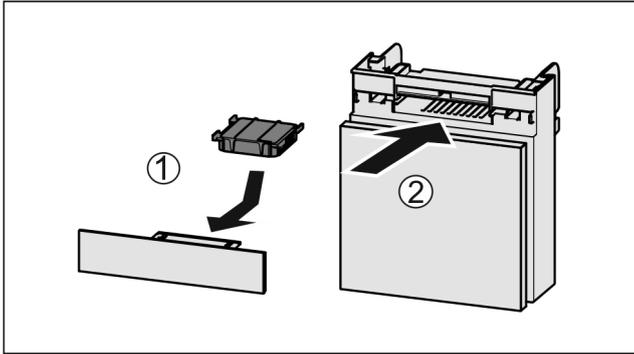

Fig. 105
- ▶ Aktivkohlefilter nach Abbildung einsetzen Fig. 105 (1).
- ▶ Fach einschieben Fig. 105 (2).